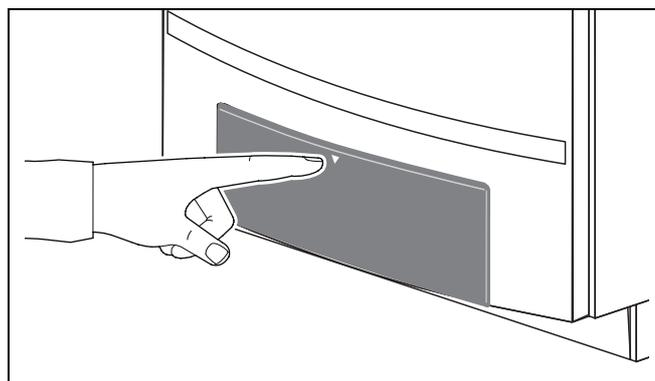

Fig. 60 Aprire il pannello di servizio
- Aprire il pannello di comando premendolo (fig. 60).